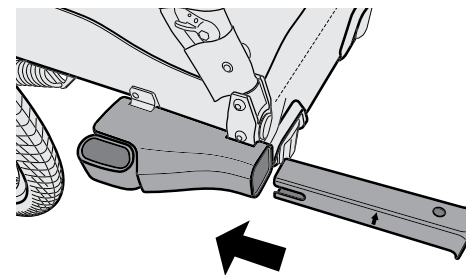

Abbildung 9
2. Schieben Sie die Schnellaufnahme über die Aluminium-Aufnahmen, bis voll verbunden (Abbildung 9).
3. Führen Sie das gelbe Verbindungsstück, die Pfeile nach oben zeigend, in die Schnellaufnahme, bis es bündig mit der Schnellaufnahme abschließt (Abbildung 9).